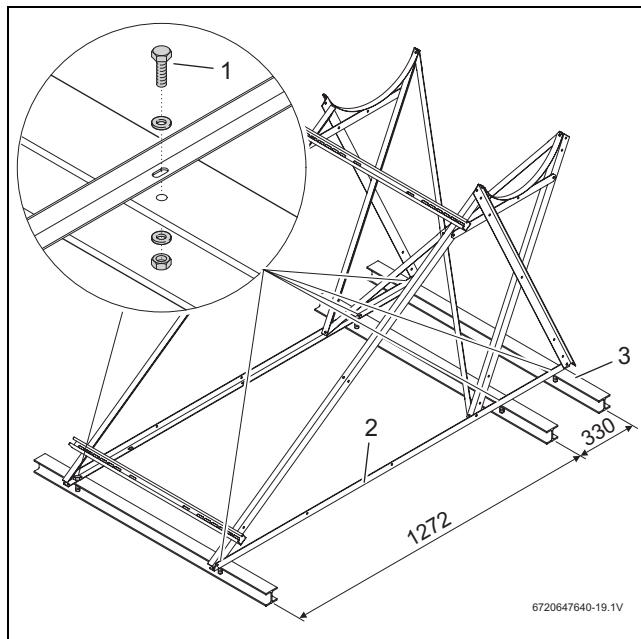

Fig. 28 Soporte para tejado plano sobre viga en I, medidas en mm (sistema de 150/200 l)
- Fijar los perfiles por medio del anclaje sobre vigas de acero (→ Fig. 28).